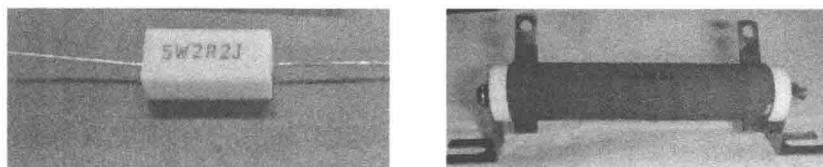

图 1-1-9 电阻文字符号法
(2) 文字符号法。如图 1-1-9 所示,文字符号法是用数字和单位符号组合在一起表示电阻器阻值的方法。文字符号前面的数字表示整数阻值,文字符号后面的小数点后面的小数阻值,见表 1-1-2、表 1-1-3。